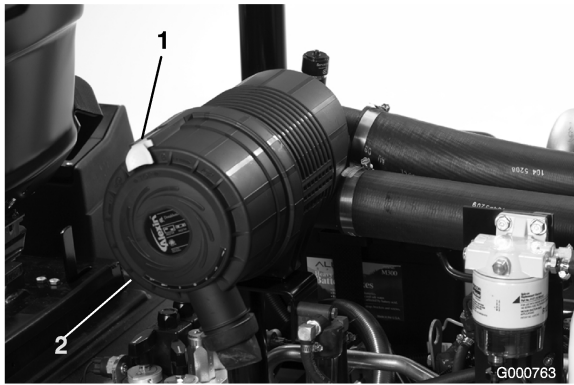

Bild 39
1. Ziehen Sie den Riegel nach außen und drehen Sie die Luftfilterabdeckung nach links (Bild 39).